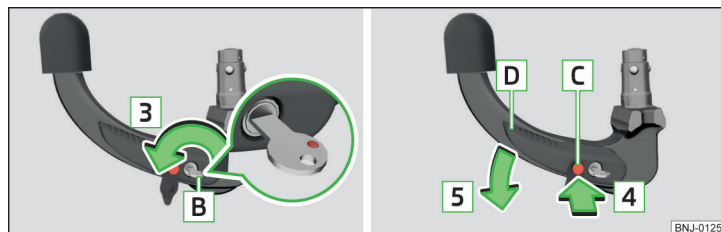

Fig. 234 Sblocco della serratura / pressione del dado di innescio e della leva di comando
- Ruotare la chiave **B** in direzione della freccia **3**, in modo che il suo contrassegno rosso sia rivolto verso l'alto » fig. 234.